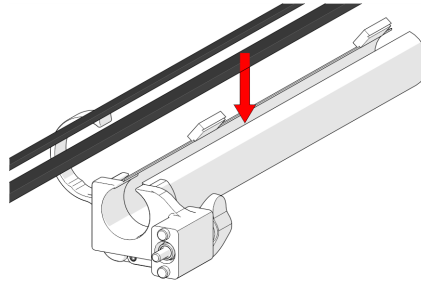

Figure 2-118 Insertion des câbles et tuyaux
1. Ouvrez la gaine de gestion des câbles. Commencez au niveau de l'extrémité de la pince et commencez à placer le câblage sur le tube (voir la Figure 2-118 à la page 125).